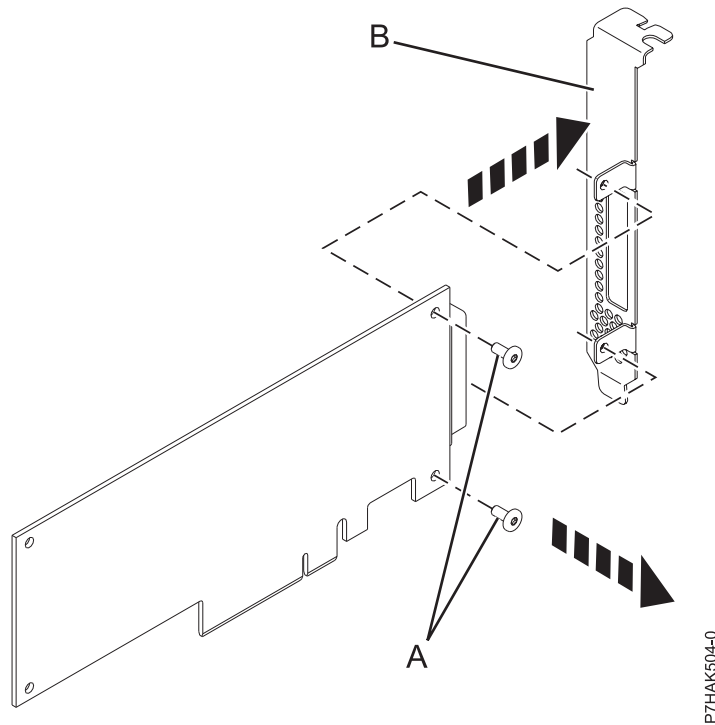

図 38. 新しい PCIe アダプターからのハイプロファイル・テール・ストックの取り外し
8. 68 ページの図 38 に示すように、プラスのねじ回しを使用して、ハイプロファイル・テール・ストック (B) を新しい PCIe アダプターに取り付けている 2 個の留めねじ (A) を外します。